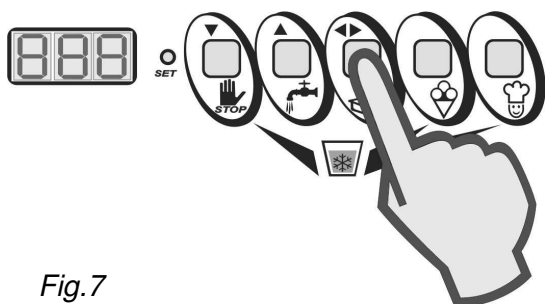

Fig.7
- Premere il tasto CONFERMA (◀▶) per convalidare il nuovo dato e uscire dalla programmazione (Fig. 7).